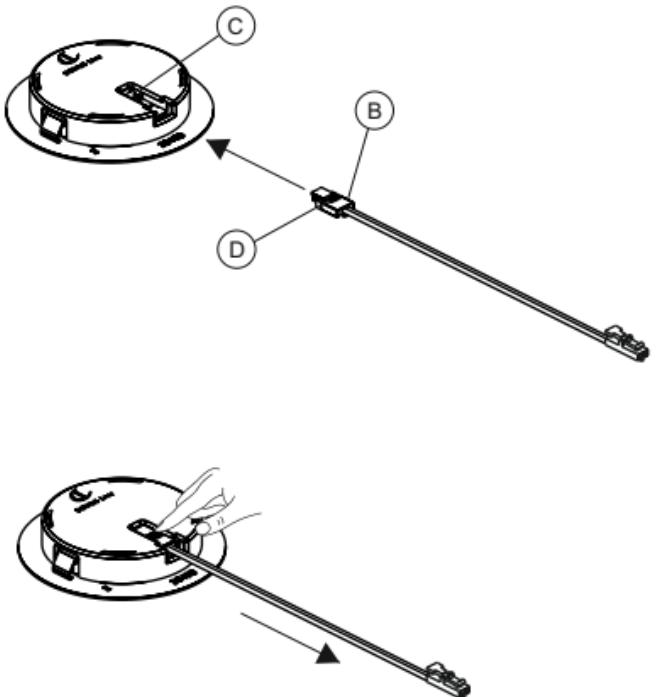

Fig 5
- For connection of the power cable to the device, insert the cable connector (B) into the slot (C) on the device, until the safety hook (D) is press-fitted into place as illustrated in figure 5.
- To remove the device power cable, press the safety release (D) slightly with your finger and extract the connector (B) from the slot (C) on the device as illustrated in figure 5.
- Zum Anschluss des Netzkabels an die Leuchte den Stecker (B) des Kabels in den Schlitz (C) der Leuchte einsetzen, sodass der Sicherheitshaken (D) einrastet (siehe Abb. 5).
- Zum Trennen des Netzkabels von der Leuchte mit den Fingern leicht auf den Sicherheitshaken (D) drücken und den Stecker (B) aus dem Schlitz (C) der Leuchte ziehen (siehe Abb. 5).